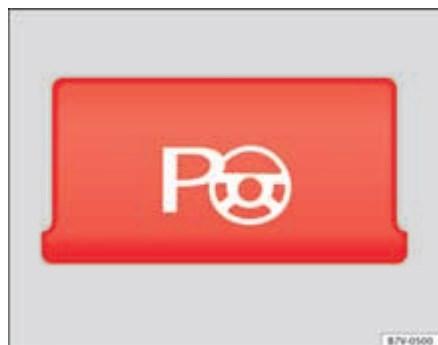

Fig. 143 Detalle de la consola central: tecla para conectar manualmente el sistema de asistencia al volante para aparcarse.
- **En aparcamientos paralelos a la calzada:** pulse la tecla a una velocidad de hasta 50 km/h **una vez**. Cuando la función está activa, se enciende el testigo de la tecla ⇒ fig. 143.
- **En aparcamientos perpendiculares a la calzada:** pulse la tecla a una velocidad de hasta 50 km/h **dos veces**. Cuando la función está activa, se enciende el testigo de la tecla ⇒ fig. 143.
- Pulse la tecla . Cuando la función está activa, se enciende el testigo de la tecla ⇒ página 214, fig. 143.